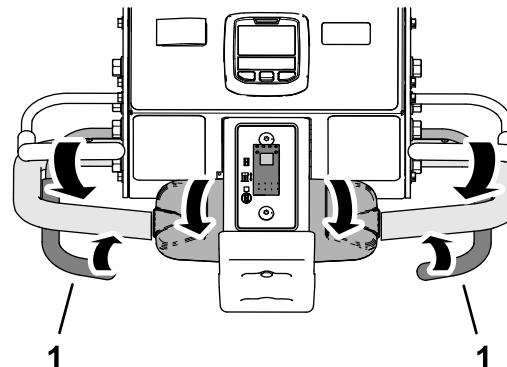

Bild 90
- Wenn der Vorderreifen über den Rand des Aerifizierbereichs rollt, schließen Sie entweder den linken oder rechten Aerifizierbügel (Bild 90).